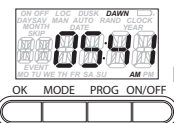

Fig. 5
16. Gire la perilla para ajustar la hora de apagado al alba (Fig. 5) si es necesario y presione **OK**.